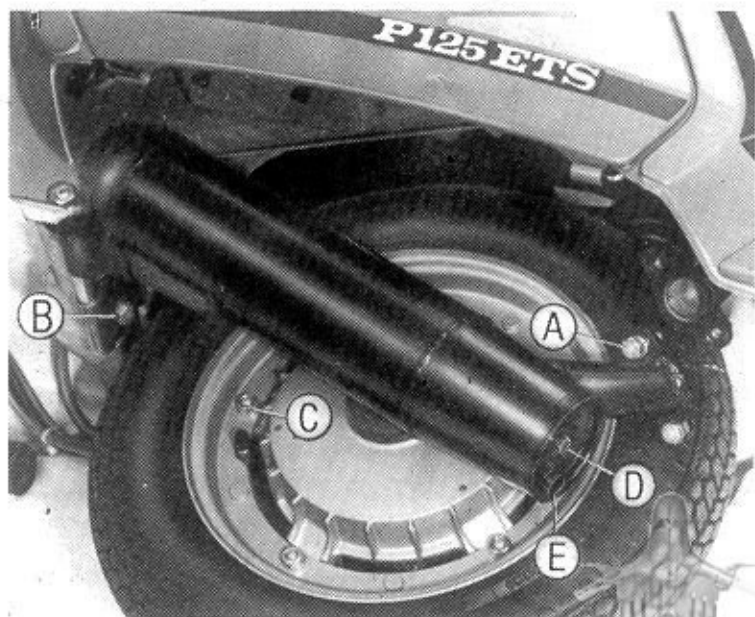

Fig. 2 - Smontaggio ruota posteriore [www.motociclisti.com](http://www.motociclisti.com)
Per togliere la ruota posteriore (dadi di fissaggio «C», fig. 2) occorre prima ruotare la marmitta verso il basso mediante smontaggio dei fissaggi superiori «A» della marmitta (chiave a tubo da 13 mm.) e allentando il fissaggio «B» alla traversa (ved. fig. 2).
**Avvertenza:** Ogni 4000 Km estrarre (agendo sulla vite «D») il tubo di scarico «E» della marmitta (fig. 2) e disincrostate.